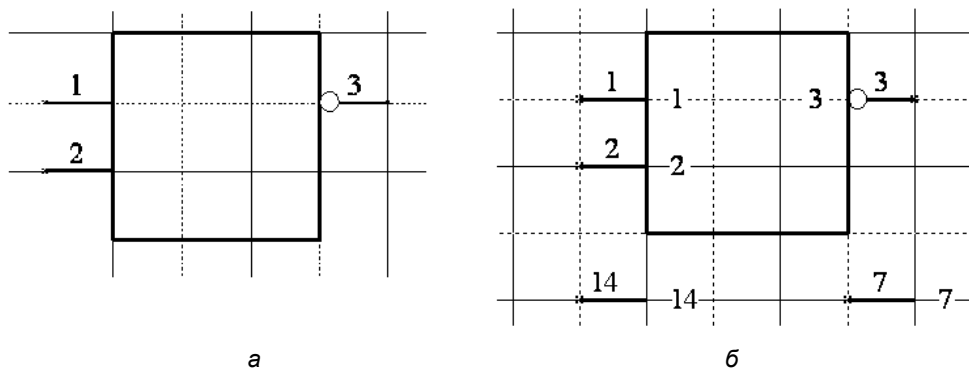

Рис. 2.8. Варианты выполнения УГО цифровых компонентов:
Заккрыть диалог настройки и зафиксировать первый вывод в главном окне графического редактора, как показано на рис. 2.8, *а*.
5. Повторить те же действия, установив при этом описание **Supply_pin** (Вывод питания), цоколевочный номер вывода 14 и имя цепи питания **VCC**. Конечный результат показан на рис. 2.8, б.